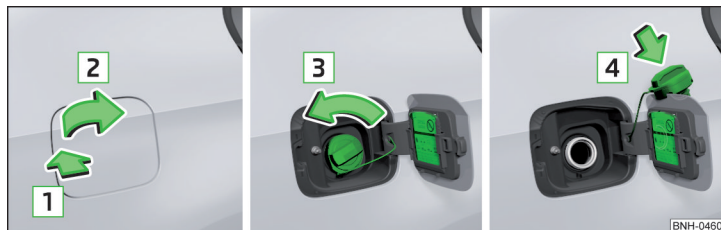

Fig. 223 Abrir la tapa del depósito/ desenroscar el cierre del depósito/ colocar el cierre del depósito en la tapa del depósito
- Presionar la tapa del depósito en el sentido de la flecha 1 y abrirla en el sentido de la flecha 2 » fig. 223.